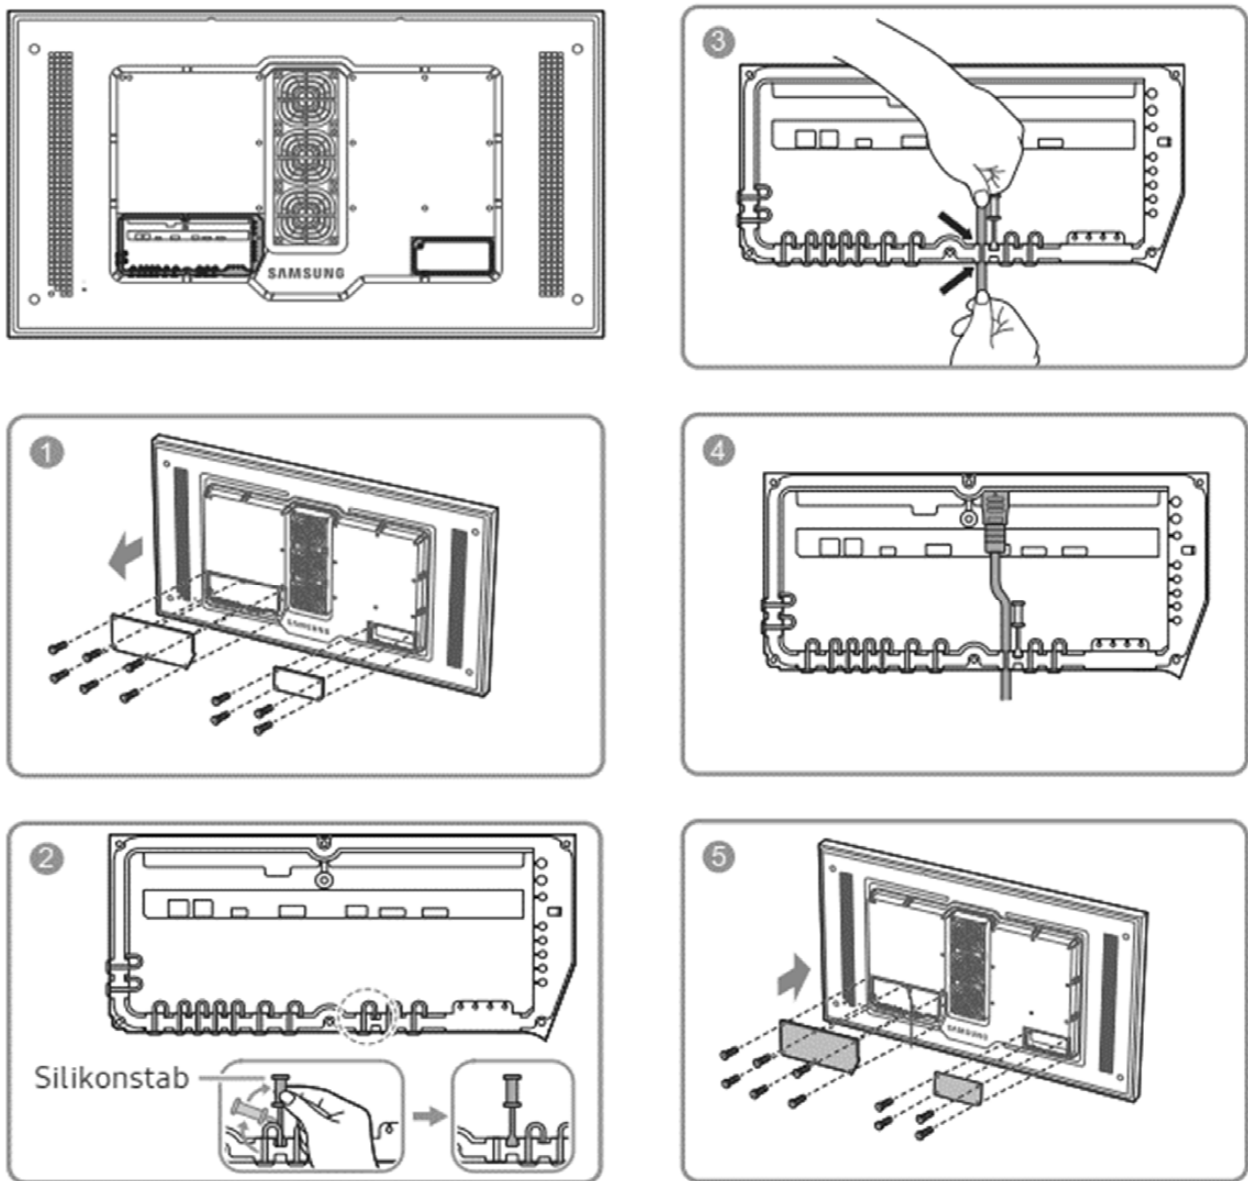
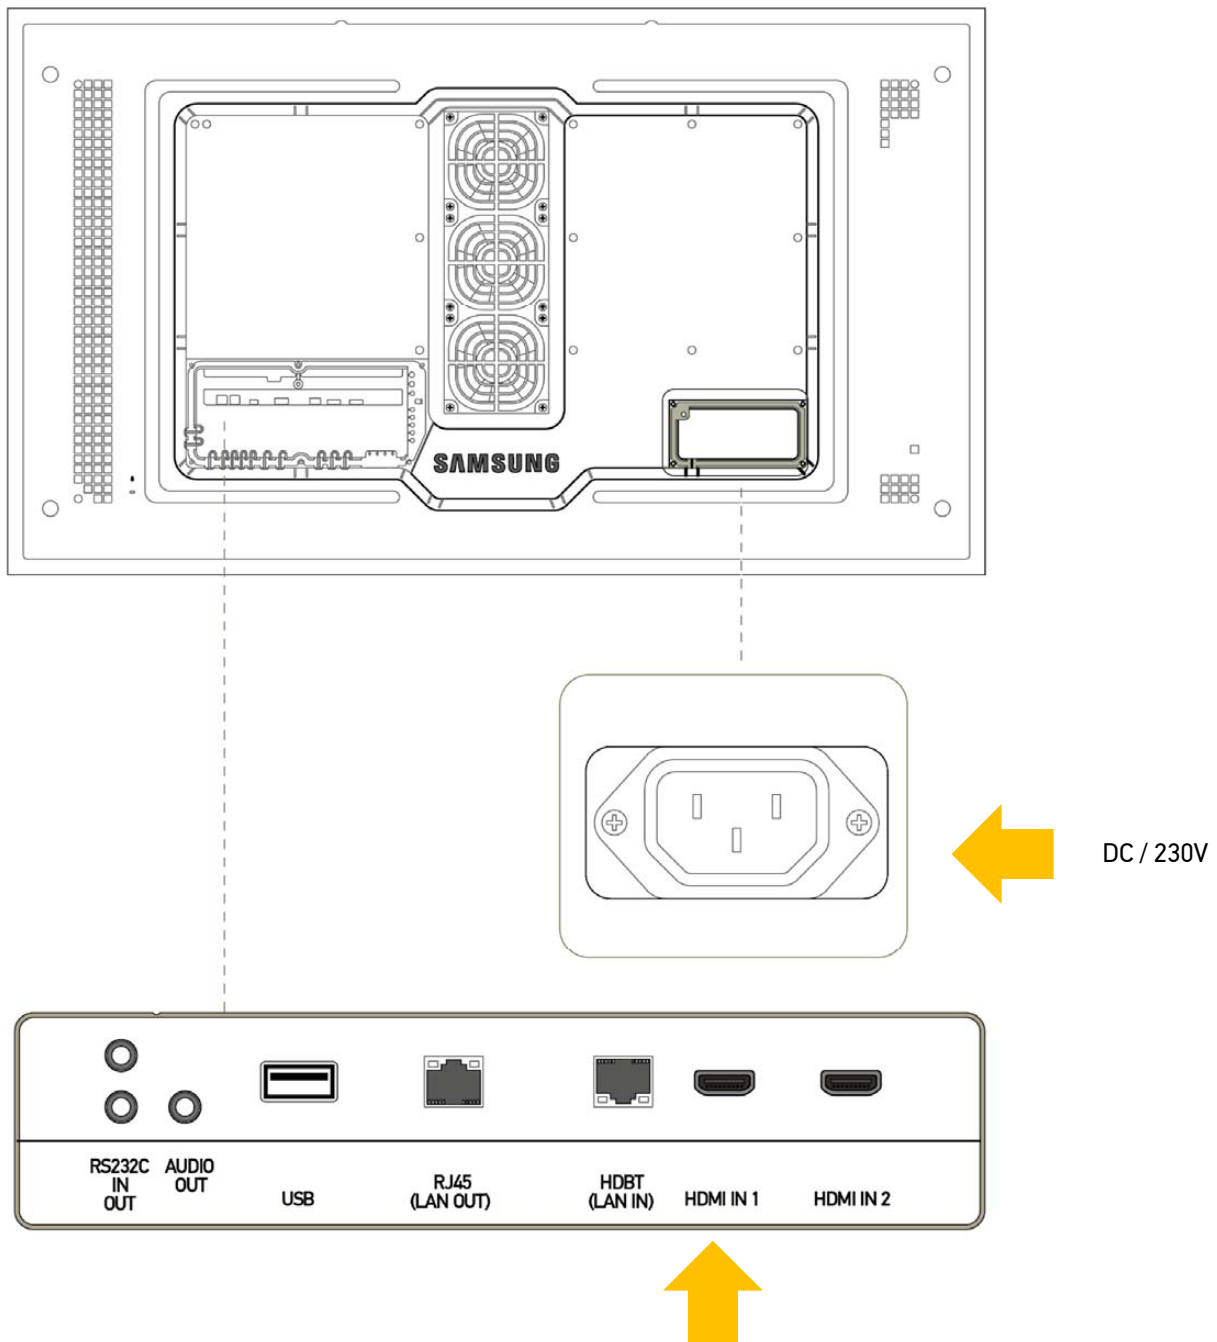

Abbildung 10 - Öffnen der Anschlussabdeckungen
Abbildung 11 - Display-Anschlüsse
- 9) Schließen Sie das mitgelieferte Glasfaser-HDMI Kabel am Bildschirm an. Öffnen Sie hierzu die Abdeckung an der unteren rechten Bildschirmseite. Das Kabel kann entweder zu einer wassergeschützten Steckdose geführt werden, oder das Kaltgerätekabel und die Zuleitung kann z.B. mit WAGO® Klemmen verbunden werden und innerhalb der Abdeckung vor Regen und Feuchtigkeit geschützt werden. Führen Sie das Kabel ebenfalls durch die Dichtung und verschließen Sie die Abdeckung. (siehe Abbildung 10 - Öffnen der Anschlussabdeckungen und Abbildung 11 - Display-Anschlüsse)